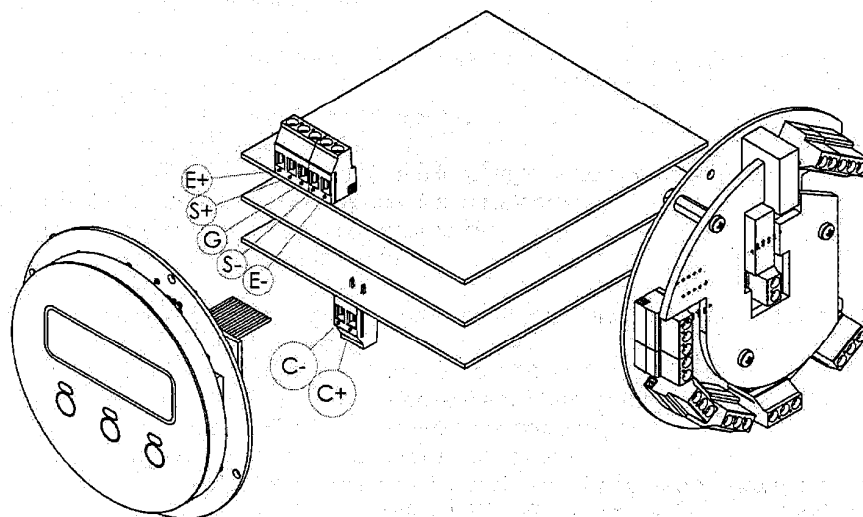

Fig. 10: Terminali dell'elettronica
3. Sull'apparato elettronico cortocircuitare i terminali "E+", "E-" e "G" (Si veda fig.10), accendere il misuratore e verificare se l'errore è ancora presente.
1. Spegnerne lo strumento, rimuovere la connessione dei cavi C+ e C- (per la versione remota) (Si vedano figure a pag.11), o il terminale delle bobine (per la versione incorporata), (Si veda fig.10), Verificare che la resistenza delle bobine sia circa 120Ω (at 20°C)
3. Spegnerne lo strumento, rimuovere il terminale delle bobine dalla scheda (Si veda fig.10),.
1. Verificare che le connessioni siano state fatte nel totale rispetto delle indicazioni riportate nello schema di cablaggio (Si vedano fig.10 e figure a pag.11)
2. Spegnerlo strumento, rimuovere dei cavi C+ e C- dalla morsettiera (per la versione remota, Si vedano figure a pag.11) o il terminale delle bobine (per la versione incorporata, si veda fig.10)
- Verificare le connessioni dei cavi degli elettrodi E+ e E- (Si vedano fig.10 e figure a pag.11).